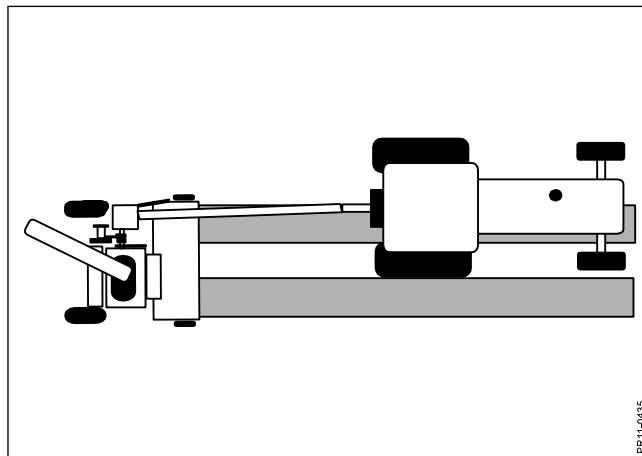

Fig. 5-8
- Fig. 5-8** 2) Snitteren arbejder nu semi-offset, idet traktoren kører med det ene hjulsæt mellem skårene. Denne teknik giver en lige træklinie, og er egnet til aflæsning til begge sider. Den parallelle kørende traktor kommer tættere på snitteren og har lettere ved at placere vognen i forhold til afgrødestrålen.